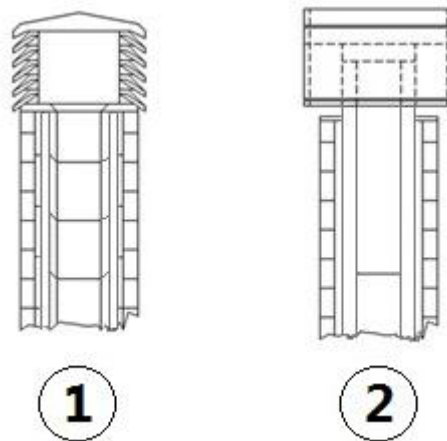

Fig. 5 - Windbestendige schoorsteenpotten
- Er wordt geadviseerd een windbestendige schoorsteenpot te gebruiken, zie **Fig. 5 op pag. 41**.
- Extern rookkanaal dat tot stand gebracht is met uitsluitend geïsoleerde inox-buizen, dus met dubbele wand minimaal $\text{Ø}120$ mm: Het geheel is goed aan de muur verankerd. Met windbestendige schoorsteenpot (zie Fig. 5 op pag. 41).